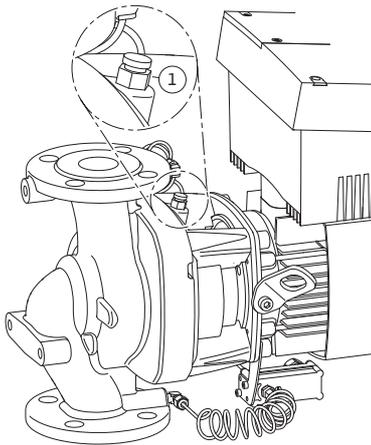

Fig. 44: Ontluchtingsventiel
- Pompen ontluichten door de ontluchtingsventielen los te maken (Fig. 44, pos. 1). Droogloop beschadigt de mechanische afdichting van de pomp. De verschilddruksensor mag niet worden ontluicht (gevaar voor beschadiging).